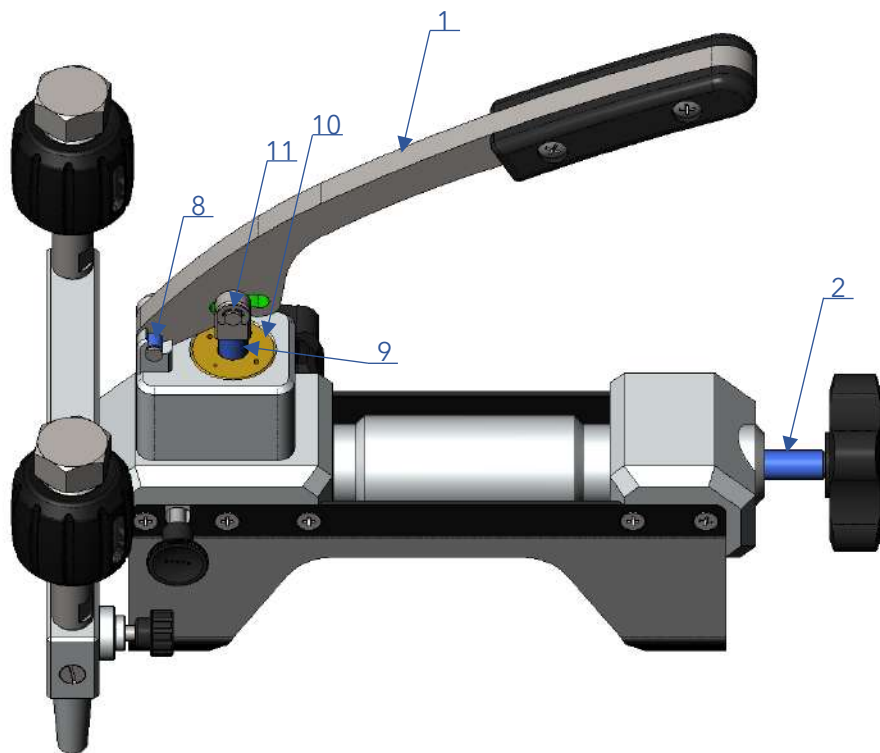

Рисунок 3 – Поверхности насоса, подлежащие смазке:
- 1) возрастание требуемого усилия или появление характерного звука трения металла по металлу при наборе давления рукоятью пневматического насоса ① (см. рис. 3);
Замена смазки на наружных трущихся поверхностях насоса производится в нижеследующем порядке (см. рис. 3).
1. Вращением против часовой стрелки выкрутите винт ② до упора (см. рис. 3).
4. Вращая ручку винта по часовой стрелке, задвиньте винт ② до упора. При ввинчивании регулировочного винта в латунную гайку смазка будет выдавливаться наружу – снимите её излишки.